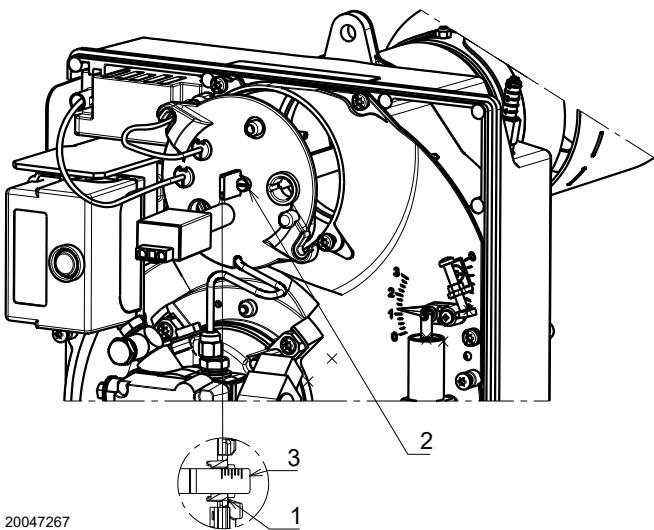

Abb. 14
- Die Stellschraube 2) (Abb. 14) so weit im oder gegen den Uhrzeigersinn drehen, bis die auf der Einstellschraube markierte Raste 3) mit der Außenfläche des Düsenstocks 1) übereinstimmt.